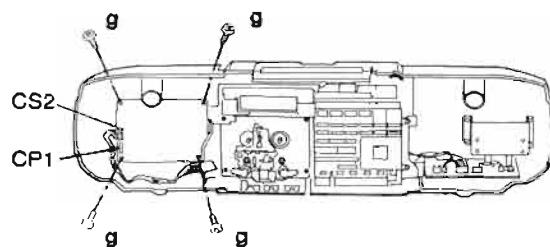

Abb. 12 Fig. 12
**6. Rundfunkplatte ausbauen (Abb. 12)**
**6. Removal of the Tuner P.C.B. (Fig. 12)**